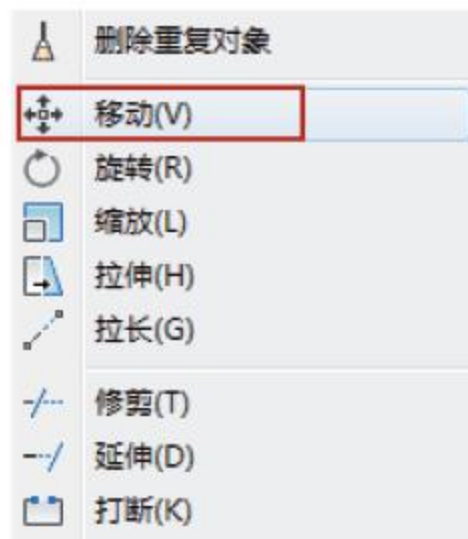

图4-59 选择命令
- 菜单栏：选择菜单【修改】|【移动】命令，如图4-59所示。